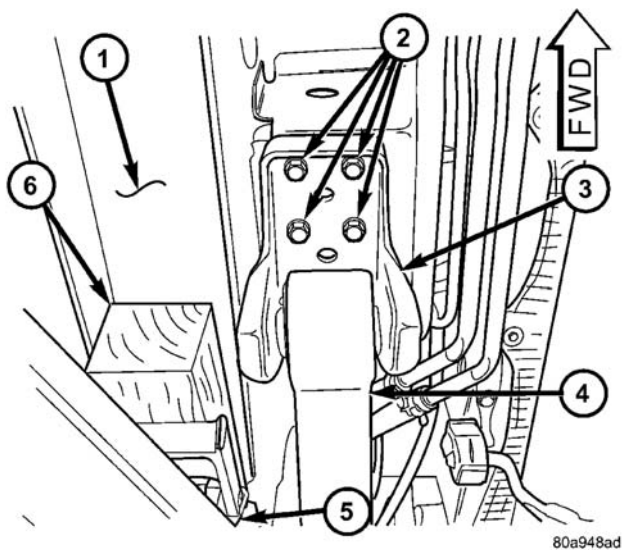
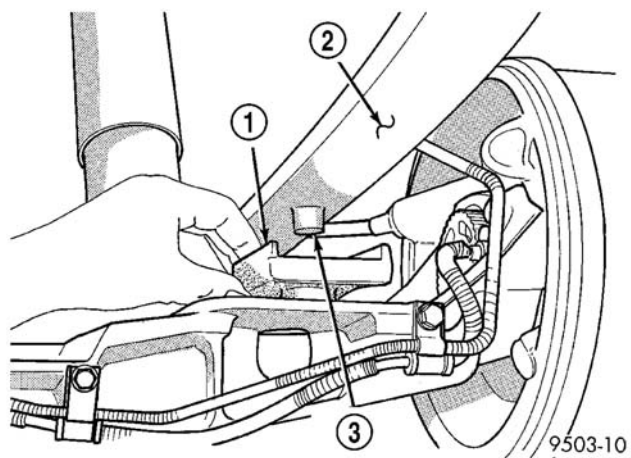

图 31 举升部位和板簧支座
图 36 板簧定位柱
(a) 用需要维修的车辆一角的举升臂抵住放在车身边框梁上面的木块，如图所示（图 31）。
(8) 松开并卸下将板簧前支座固定到车辆上的 4 个螺栓（图 31）。
(2) 抬起板簧的前部，安装 4 个固定螺栓（图 31）。紧固螺栓至  $61 \text{ N} \cdot \text{m}$  ( $45 \text{ ft.lbs.}$ ) 的扭矩。
(3) 将板簧后端装至后簧吊架。安装吊耳夹板。不要紧固。
(4) 检查下板簧减震垫是否入位。
(5) 将桥抬高到板簧上的正确位置，车桥中置于板簧定位柱下（图 36）。